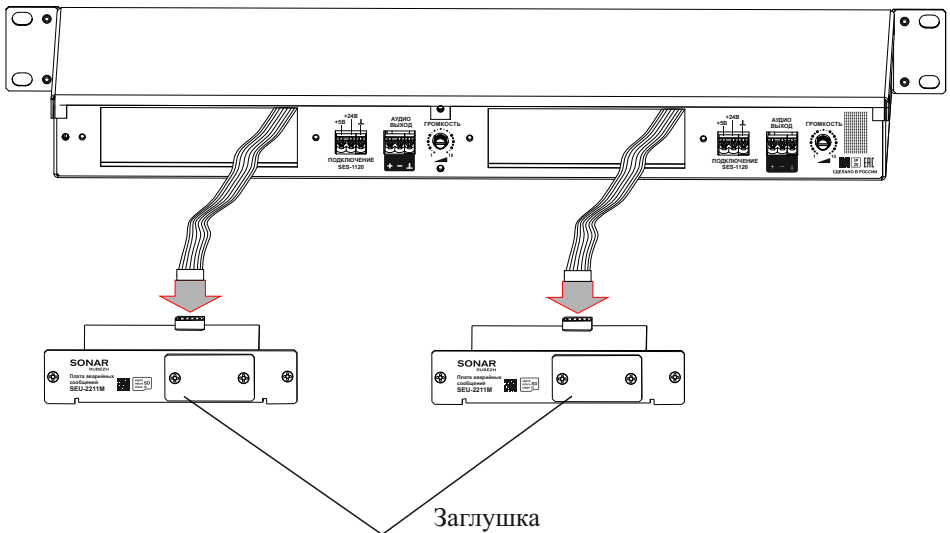

Рисунок 1
5.2 Доступ к слоту закрыт заглушкой (рисунок 1) от случайного или несанкционированного извлечения карты памяти.
- выбрать свободный слот для установки платы в SEU-2211 (устройство поддерживает две платы (рисунок 1));